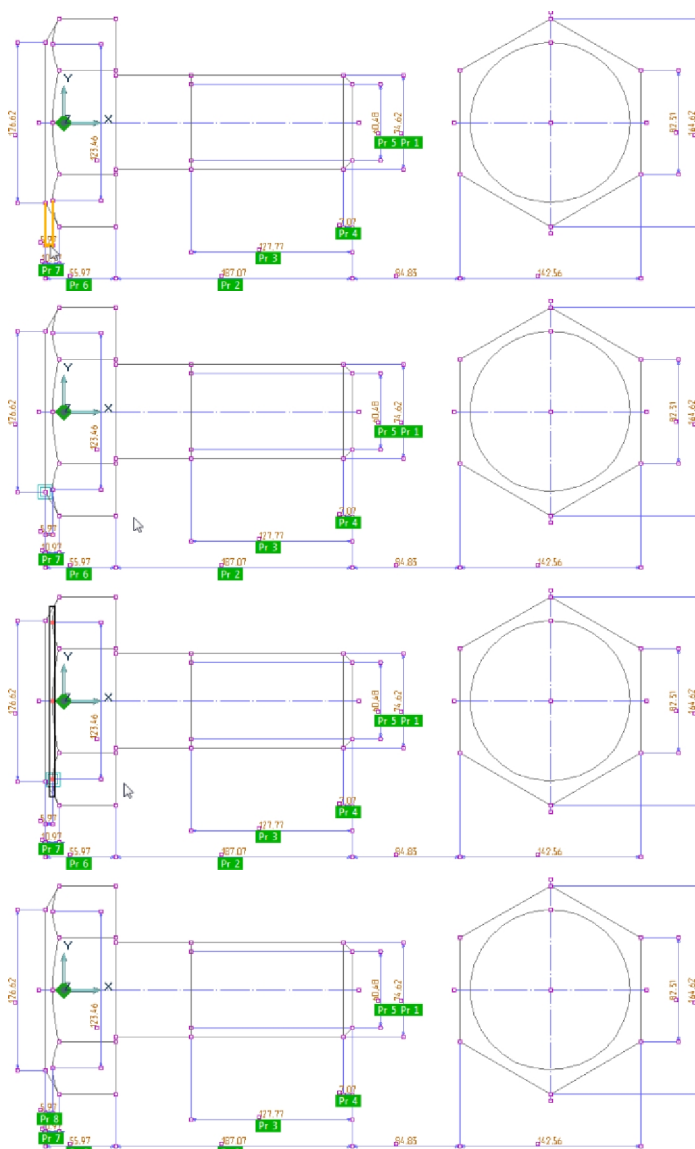

Рис. 15. Создание ПРМ 8
- Восьмым будет меняться размер, определяющий положение средних точек дуг на головке болта. Схема назначения узлов показана на Рис. 15.